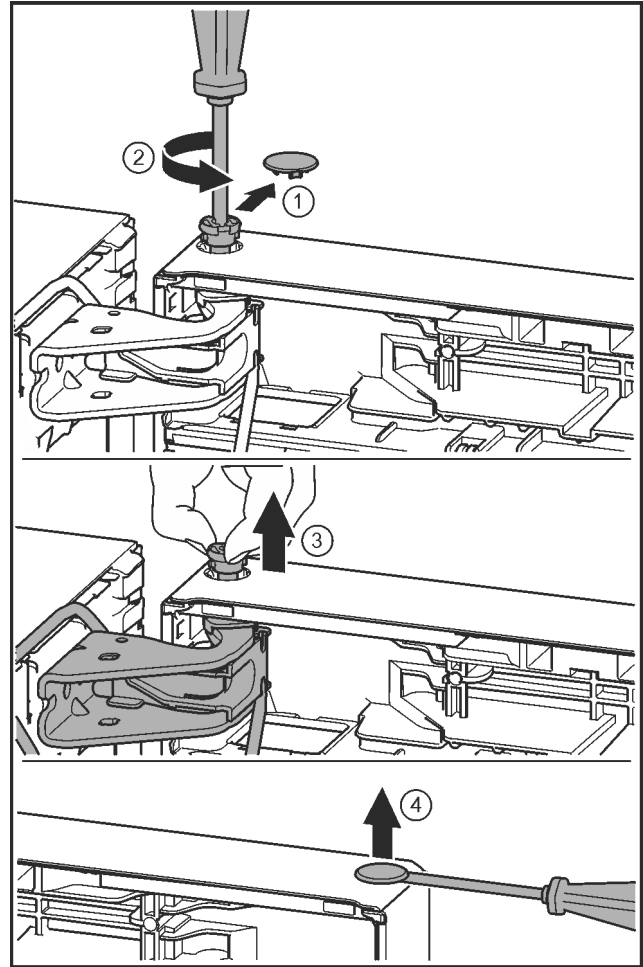

Fig. 21
- Sicherungsabdeckung vorsichtig abziehen. Fig. 21 (1)
- Bolzen mit Schraubendreher T15 ein Stück herausdrehen. Fig. 21 (2)
- Tür festhalten und Bolzen mit den Fingern herausziehen. Fig. 21 (3)
- Stopfen aus der Türlagerbuchse vorsichtig mit einem Schlitzschraubendreher anheben und herausziehen. Fig. 21 (4)